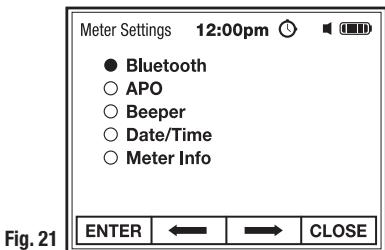

Fig. 21
1. En Ajustes del Medidor, seleccione e INGRESE Fecha/Hora (Fig. 21).
1. En Ajustes del Medidor, seleccione e INGRESE APO (Fig. 21).
1. En Ajustes del Medidor, seleccione e INGRESE Bíper (Fig. 21).
2. Utilice los botones de función para seleccionar e INGRESAR el ajuste deseado (Fig. 21).
1. En Ajustes del Metro, seleccione e INGRESE Bluetooth (Fig. 21).